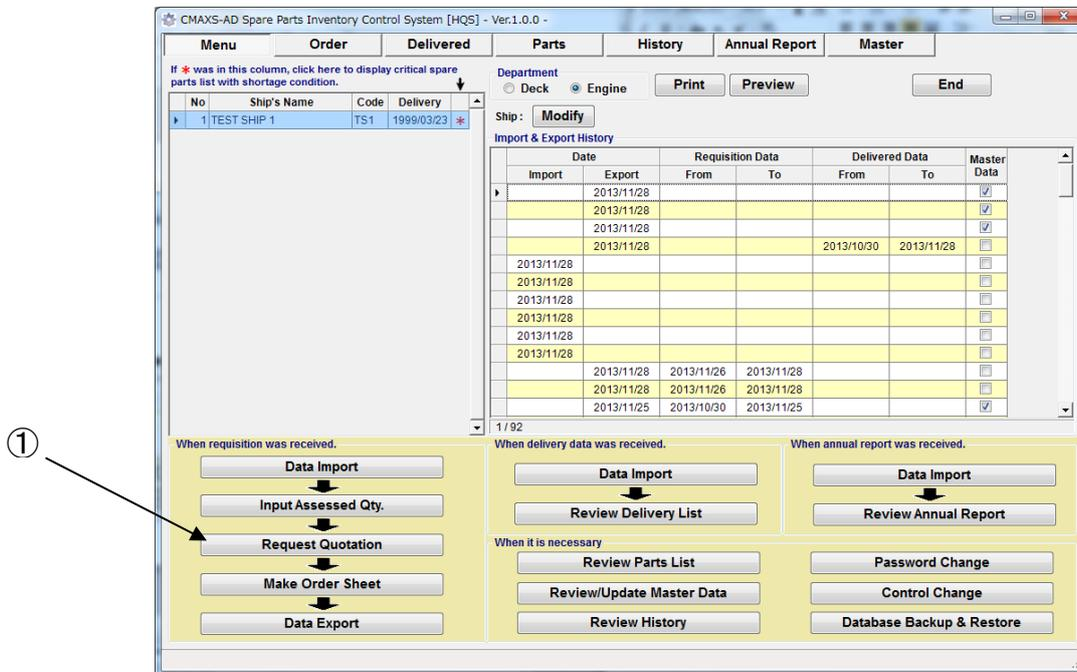

図 7-1 Menu 画面
- (1) “Menu 画面”(図 7-1)で[Request Quotation]を選択します。
- (8) [▼]マークをクリックし、ドロップダウンリストより Supplier を選択してください。
- (9) 最大 10 社の供給元を設定できます。
- (10) Supplier 選択後、チェックマーク必要箇所に入れます。
- (11) Supplier 選択後、[.] オプションボタンをチェックし、Excel 仕様の見積書を作成します。
- (12) [Export]を選択すると”Export 画面”が表示されます。
- (13) ”OK”ボタンを選択すると、Excel 仕様の注文書が作成されます。
- (14) 注文書を Supplier に送信します。
- (15) 必要であれば、Supplier から注文書に対する返答を受け取る際、[Import]を選択すると返答データを受信します。
- (16) [Menu]を選択し、”Menu 画面”(図 7-1)に戻ります。